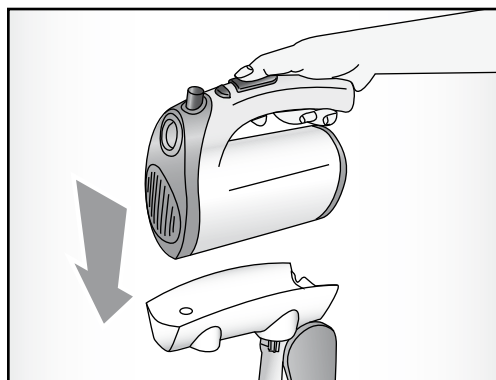
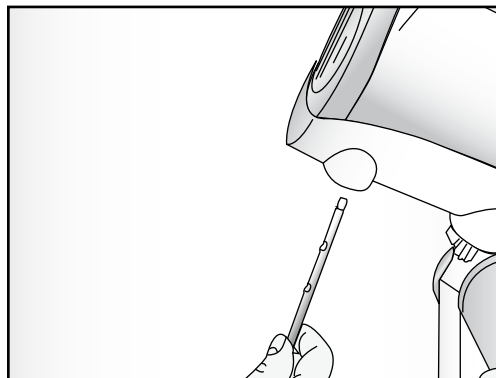
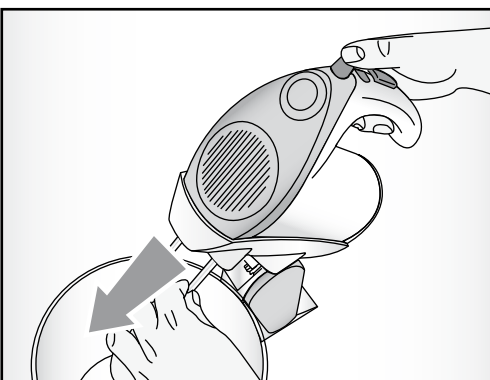

Fig. 3
Fig. 5
Fig. 6
- Introduire le corps moteur (F) sur le bras du support (B) avec les broches arrière du corps moteur en correspondance des petites ouvertures qui se trouvent sur le support, et le faire glisser légèrement en avant jusqu'au dé clic d'accrochage (Fig. 3).
- Introduire les fouets (I-L) dans les trous situés sur la partie inférieure du bras, jusqu'au dé clic (Fig. 5).
- Verser les ingrédients dans le bol (A) et, en frappant le poussoir d'inclinaison du bras (H), abaisser le corps moteur (F).
**ATTENTION:** Si l'appareil, pendant le mixage, ralentit de façon excessive, passer à une vitesse supérieure ou diminuer la quantité d'ingrédients à mixer. Dans le cas de préparations très denses, il est possible d'utiliser aussi la vitesse «Turbo» en frappant la touche correspondante (D).
**ATTENTION:** L'appareil est muni d'un mécanisme particulier qui produit, pendant le mixage, un mouvement rotatoire du bol (A) à une vitesse régulière.
- Si on désire ajouter d'autres ingrédients à la préparation ou changer le type de fouets, il est nécessaire d'éteindre l'appareil en positionnant le sélecteur de vitesse (E) sur «0» et de soulever le corps moteur (F) comme décrit précédemment.
- Une fois l'utilisation terminée, soulever le corps moteur en frappant le poussoir d'inclinaison du bras (H). Extraire les fouets utilisés en frappant la touche d'expulsion des fouets (C) (Fig. 6) et retirer le corps moteur en frappant la touche de décrochage (G) (Fig. 7). Extraire le bol (A).
- Das Motorgehäuse (F) so auf den Arm der Aufnahme (B) aufsetzen, dass die Stifte an der Rückseite des Motorgehäuses in die Langlöcher der Aufnahme eingreifen und dann leicht nach vorn schieben, bis das Einrasten zu hören ist (Abb. 3).
- Die gewünschten Rührbesen (I-L) in die Öffnungen einführen und drücken, bis sie einrasten (Abb. 5).
- Die Zutaten in die Schüssel (A) geben, die Kipptaste des Arms (H) betätigen und Motor (F) nach unten kippen.
**ACHTUNG:** Wenn das Gerät während der Verarbeitung allzu langsam dreht, schalten Sie auf eine höhere Geschwindigkeit um oder verringern Sie die Menge der zu verarbeitenden Masse. Bei sehr zähen Gemischen kann durch Betätigen der entsprechenden Taste (D) auch die "Turbo"- Geschwindigkeit eingeschaltet werden.
**ACHTUNG:** Das Gerät ist mit einer speziellen Vorrichtung ausgestattet, die während der Verarbeitung die Schüssel (A) mit gleichmäßiger Geschwindigkeit gedreht wird.
- Falls weitere Zutaten hinzugefügt oder die Rührbesen ausgewechselt werden sollen, muss das Gerät durch Umschalten des Geschwindigkeitswählers (E) auf «0» abgeschaltet und der Motor (F) hochgeklappt werden, wie oben beschrieben.
- Nach dem Gebrauch, den Motor anheben, indem die Kipptaste des Arms (H) betätigt wird. Die Rührbesen durch Drücken der Ausstoßtaste (C) (Abb. 6) entfernen und den Motor durch Betätigen der Entriegelungstaste (G) (Abb. 7) abnehmen. Die Schüssel (A) herausnehmen.
**ACHTUNG:** Im Fall von Platzproblemen oder Verwendung anderer Behälter kann der Motor (F) auch getrennt von seiner Aufnahme (B) verwendet werden.
- Aplicar el cuerpo motor (F) en el brazo del soporte (B) con los pernos traseros del cuerpo motor en correspondencia con los ojales del soporte, y dejarlo que se deslice ligeramente hacia delante hasta que se acople (oíremos un clic) (Fig. 3).
- Apretar el botón de inclinación del brazo (H) y contemporáneamente levantar el cuerpo motor (F) mediante la
- Insira o corpo do motor (F) no braço do suporte (B), com as cavilhas traseiras do corpo do motor na correspondência das fendas presentes no suporte, e faça-o deslizar ligeiramente para frente até ouvir o clique de encaixe (Fig. 3).
- Carregue no botão de inclinação do braço (H) e ao mesmo tempo levante o corpo do motor (F) pela pega 4.
- Nos furos inferiores do braço, engate as pás (I-L) desejadas (Fig. 5).
- Coloque os ingredientes na taça (A) e, carregando no botão de inclinação do braço (H), abaixe o corpo do motor (F).
**ATENÇÃO:** Se o aparelho abrandar demasiado enquanto estiver a bater, aumente a velocidade ou reduza a quantidade de massa. No caso de massas muito densas, pode-se utilizar a velocidade «Turbo», carregando no botão (D).
**ATENÇÃO:** o aparelho está equipado com um mecanismo especial que, ao bater, induz um movimento rotatório com velocidade regular à taça (A).
- Se quiser acrescentar outros ingredientes na massa ou trocar de pá, desligue o aparelho, colocando o selector da velocidade (E) na posição «0» e levante o corpo do motor (F), como descrito acima.
- Quando terminar de usar o aparelho, levante o corpo do motor carregando no botão de inclinação do braço (H). Desengate as pás utilizadas carregando na tecla de expulsão das pás (C) (Fig. 6) e remova o corpo do motor carregando na tecla de desengate (G) (Fig. 7). Retire a taça (A) da base.
**ATENÇÃO:** Em caso de problemas de espaço ou caso se queira trabalhar com recipientes diferentes, é possível usar o corpo do motor (F) separado do suporte (B).